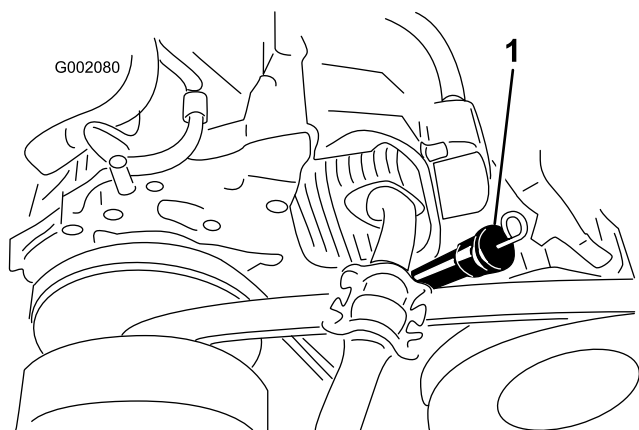

Figure 41
8. Nettoyez la surface autour de la jauge d'huile et du goulot de remplissage, et sortez la jauge (Figure 41).
9. Versez l'huile spécifiée dans le tube de remplissage jusqu'à ce que le niveau atteigne le repère maximum sur la jauge (Figure 41).
10. Insérez la jauge au fond du goulot de remplissage, ressortez-la et contrôlez le niveau d'huile (Figure 41).
11. Remettez fermement la jauge au fond du goulot de remplissage (Figure 41).